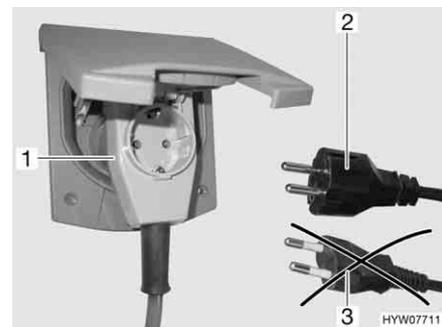

Fig. 114 Conexión a un conector con salida lateral del cable con caja de enchufe
- ▶ Al utilizar un acoplamiento acodado CEE 17, con caja de enchufe incorporada en el lado trasero (Fig. 114,1), emplear únicamente un conector IP 44 de goma impermeable, con contacto protector (Fig. 114,2). No utilizar conector sin contacto protector (Fig. 114,3). ¡Peligro de electrocución!